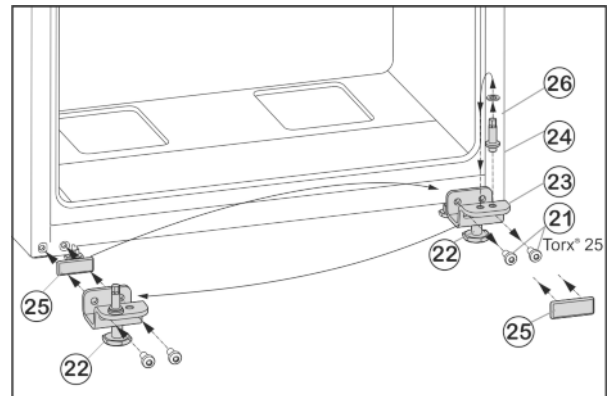

Fig. 8
- ▶ Bevestigingsschroeven Fig. 8 (21) losschroeven.
- ▶ Onderste scharnierplaat Fig. 8 (23) volledig met scharnierbouten Fig. 8 (24), schijf Fig. 8 (26) en stelvoet Fig. 8 (22), verwijderen.
- ▶ Scharnierbouten Fig. 8 (24) volledig met schijf Fig. 8 (26) losschroeven, terugplaatsen in het tegenoverliggende opnamegat van de scharnierplaat en weer vastschroeven.
- ▶ Afdekplaat Fig. 8 (25) voorzichtig verwijderen en terugplaatsen op de andere zijde.
- ▶ Onderste scharnierplaat Fig. 8 (23) volledig met scharnierbouten Fig. 8 (24), schijf Fig. 8 (26) en stelvoet Fig. 8 (22) weer op de nieuwe scharnierzijde evt. met behulp van een accuboormachine **vast**schroeven (met 4 Nm).
- ▶ Deur van bovenaf op de scharnierbouten Fig. 8 (24) plaatsen.
- ▶ Stelvoet Fig. 8 (22) uit de onderste scharnierplaat Fig. 8 (23) draaien totdat deze op de grond ligt.